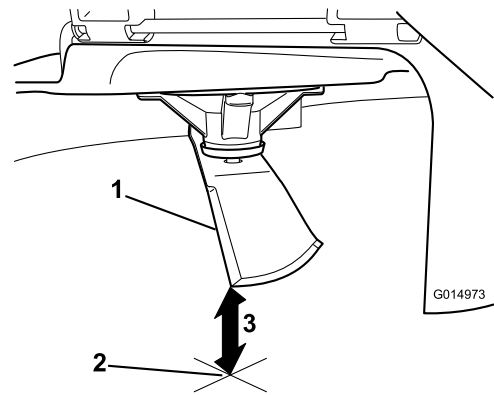

Figure 47
8. Une fois le réglage effectué, vérifiez à nouveau l'inclinaison avant/arrière des lames. Poursuivez le réglage de l'écrou jusqu'à ce que la pointe avant de lame soit de 1,6 à 7,9 mm (1/16 à 5/16 po) plus bas que la pointe arrière (Figure 47).